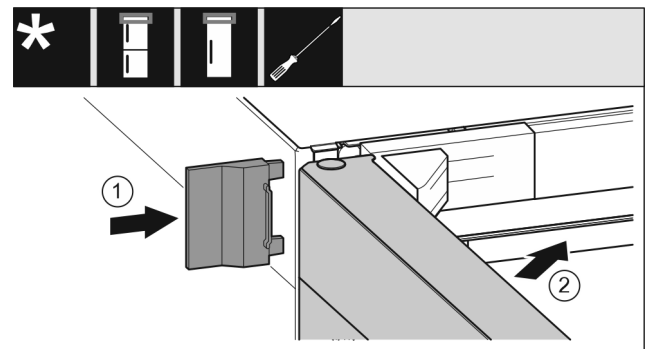

Fig. 25
- ▶ Työnnä ulompi suojus Fig. 25 (1) päälle.
- ▶ Sulje ylempi ovi Fig. 25 (2).